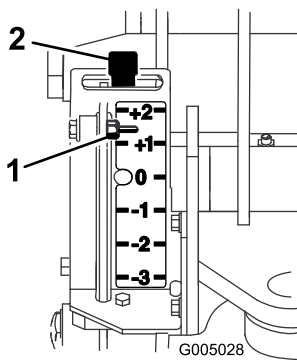
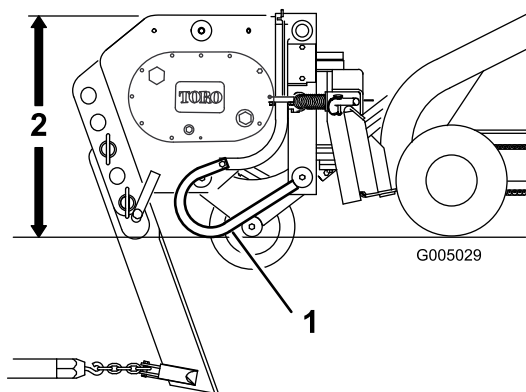

Figura 6
Figura 7
5. Inclinate completamente all'indietro la piastra dell'accessorio in modo che la sommità dell'interratore sia parallela al suolo (Figura 7).
L'indicatore si trova sul lato sinistro dell'interratore rivolto verso la trattrice. Un gruppo asta collega l'indicatore con il livello del terreno (Figura 7). Quando sollevate l'interratore, l'indicatore si sposta verso il basso. Le tacche riportate sull'indicatore mostrano la variazione di profondità rispetto alla profondità massima a cui state eseguendo lo scavo (Figura 6). L'indicatore mostra un valore da +2 a -3. +2 sull'indicatore rappresenta una profondità di 5,0 cm sotto la nuda superficie e -3 sull'indicatore rappresenta una profondità di 7,6 cm sopra la nuda superficie. Lo 0 indica che non è applicato alcun offset alla profondità della lama.